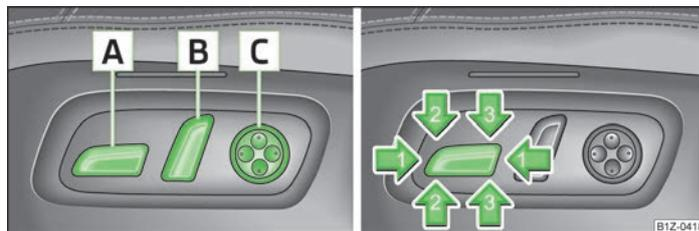

Fig. 41 Elementos de mando para el ajuste eléctrico de los asientos
- Presionar el conmutador **A** » fig. 41 hacia delante o bien hacia atrás en la dirección indicada por la flecha 1.
- Presionar el conmutador **A** » fig. 41 hacia arriba o bien hacia abajo.
- Presionar el conmutador **A** » fig. 41 en el sentido de la flecha 2 o 3.
- Presionar el conmutador **B** » fig. 41 en la dirección de ajuste deseada.